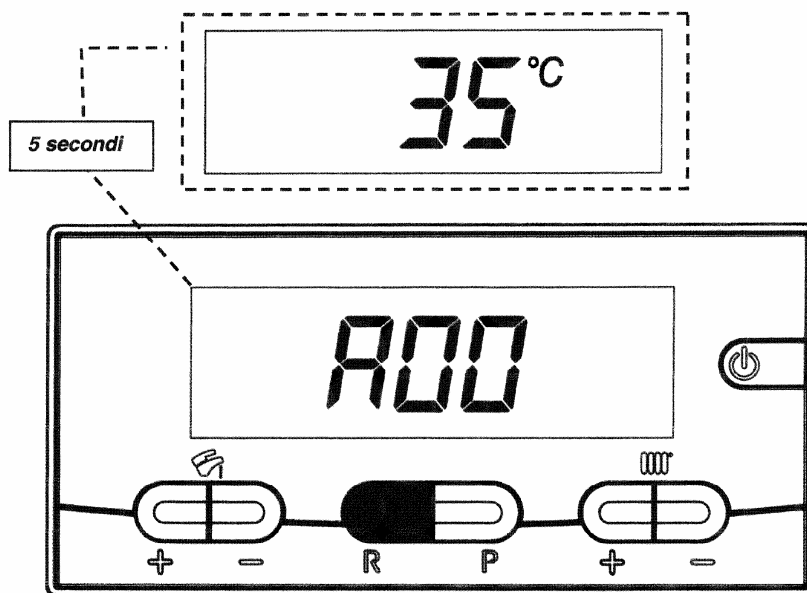

Рис.13
- Проверить динамическое входное давление газа (штуцер **Pa**, рис. 13). Номинальные давления: **20 мбар** для природного газа, **37 мбар** для пропана или **30 мбар** для бутана.
- Держать нажатой кнопку (R) не менее 6 сек. Когда функция активна, на дисплее появляется надпись «A00» (...«A07»), которая сменяется соответствующим значением (Рис.13):